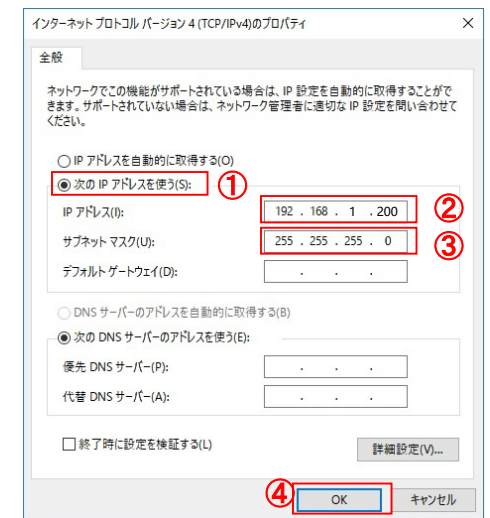

図8. IPアドレス設定
- 「次のIPアドレスを使う」をクリックします。(図8、①)
- IPアドレスに「192.168.1.200」と入力します。(図8、②)
- サブネットマスクに「255.255.255.0」と入力します。(図8、③)
- OKをクリックします。(図8、④)